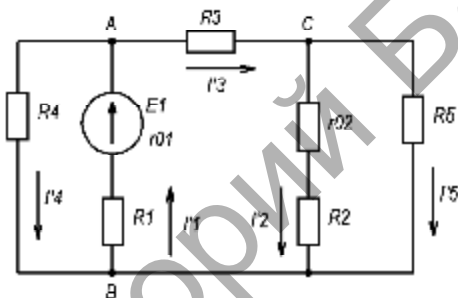

Рисунок 1.24
1. Определим токи на участках цепи при  $E_2$  равной нулю (рис. 1.24, обозначения величин — со штрихом). Предварительно определим сопротивления участков цепи: